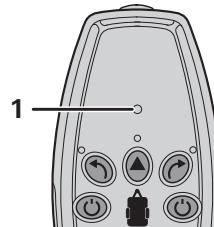

Bild 6
- Tryck på knappen (bild 2 - 7) på fjärrkontrollen tills lysdioderna tänds (bild 6 - 1).